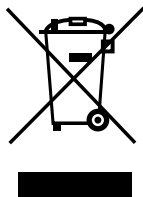

Rys. 2
2. Odkręcić szklaną obudowę w kierunku przeciwnym do kierunku ruchu wskazówek zegara zgodnie z Rys. 2 i zastąpić żarówkę nową tego samego typu i o tych samych wartościach.